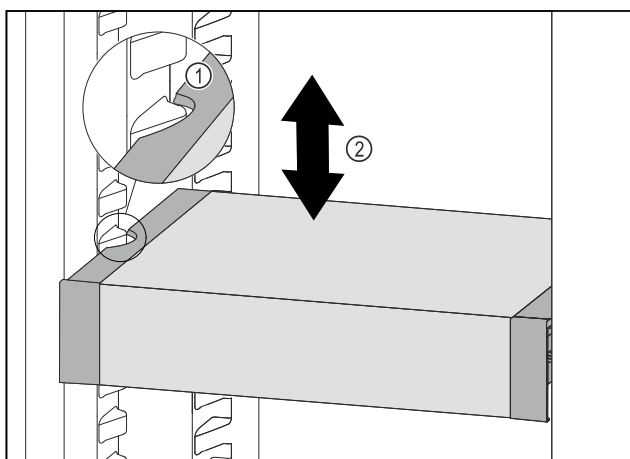

Fig. 51
- ▶ Táhněte VarioSafe dopředu, dokud nebudou boční vybrání VarioSafe na úrovni žebrování na nádoby v chladničce. Fig. 51 (1)
- ▶ Posouvejte VarioSafe v chladničce nahoru nebo dolů, dokud nedosáhnete požadované výšky. Fig. 51 (2)